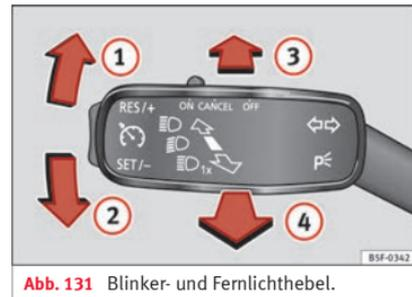

Abb. 131 Blinker- und Fernlichthebel. »
- Drücken Sie den Hebel »» **Abb. 131** nach oben ① bzw. nach unten ②.
- Drücken Sie den Hebel »» **Abb. 131** nach vorn in Pfeilrichtung ③.
- Das Fernlicht schalten Sie ab, indem Sie den Hebel zum Lenkrad in Pfeilrichtung ④ drücken.
- Ziehen Sie den Hebel »» **Abb. 131** zum Lenkrad (gedeferte Stellung) in Pfeilrichtung ④.
- Ziehen Sie den Blinklichthebel **» Abb. 131 » Seite 131** nach oben, bzw. nach unten - das Parklicht auf der rechten bzw. linken Fahrzeugseite wird eingeschaltet.